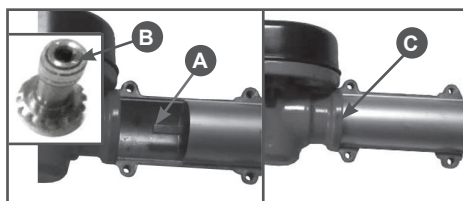

Рис. 3 Совмещение вала штанги с отверстием вала редуктора
2. Вставьте вал соединительный А во втулку штанги (Рис. 3). Установите штангу на редуктор. Соединительный вал А совместите с отверстием вала редуктора В. При правильной установке штанга должна упираться во буртик на редукторе С (Рис. 3).